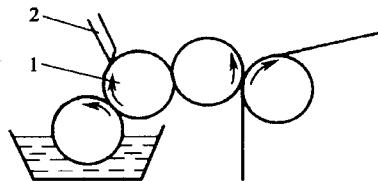

图 1-8 组合型输墨系统
④ 组合型输墨系统。这种方式是前三种的综合型，具有它们各自的特点，如图 1-8